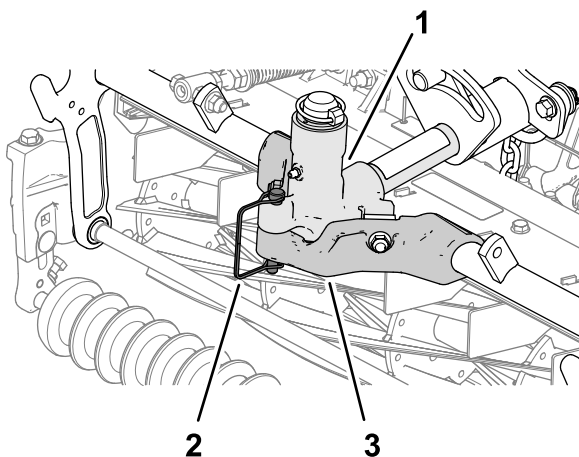

Figura 45
1. Sujete el bastidor de tiro de la unidad de corte a la horquilla del pivote con el pasador de seguridad, como se muestra en la **Figura 45**.